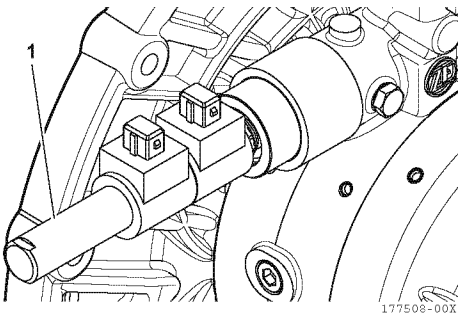

Figura 7
2. Desatornille y retire la cubierta (1, Figura 7).